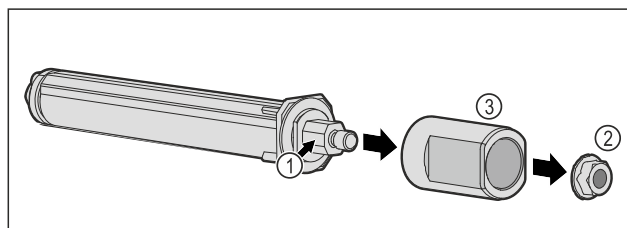

Fig. 54
► Ne szedje szét az ajtózáró rendszert Fig. 54 (1).
► Vegye ki az anyát Fig. 54 (2).
► Vegye le a hüvelyt Fig. 54 (3).